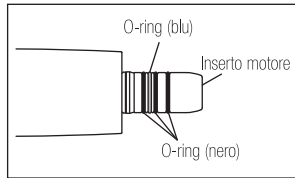

Fig. 8
- L'O-ring blu è più sottile rispetto ai 3 O-ring neri. Nell'inserire i nuovi O-ring, assicurarsi che questi vengano inseriti nelle apposite scanalature come mostrato in Fig. 8.